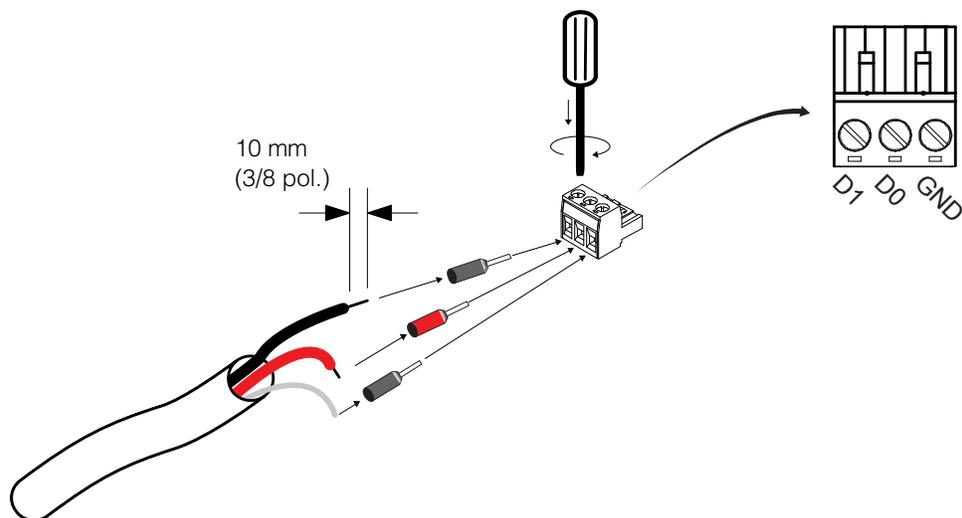

Figura 2-13 Fiação do conector RS 485 modbus
3. Introduza os três fios nos terminais do conector, conforme mostrado na Figura 2-13.